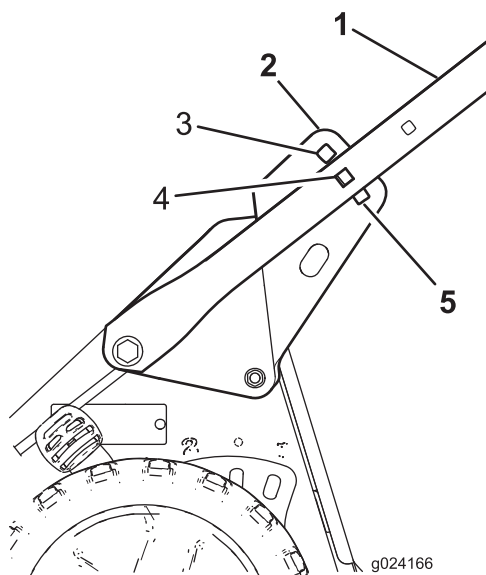

Bild 5
5. Stellen Sie sich hinter die Maschine in die Bedienposition, um die für Sie komfortabelste Bügelhöhe zu ermitteln (**Bild 5**).